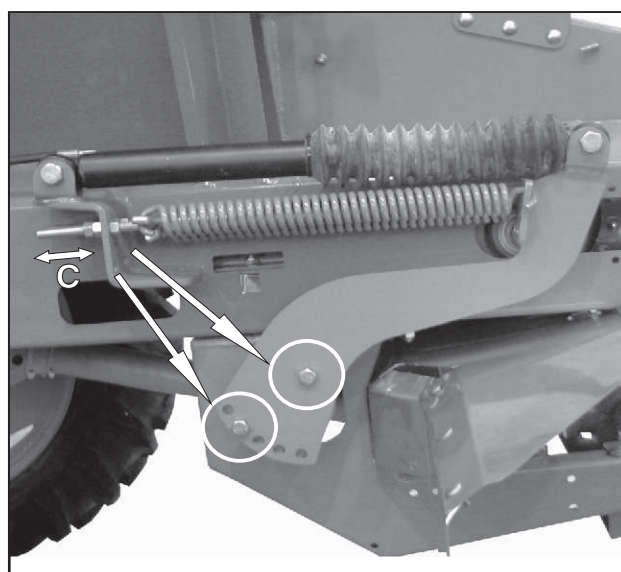

Figura 31
4) Para concluir a regulagem, deixe as molas estiradas, apertando a porca e mantendo $\pm 75\text{mm}$ para a medida "C", da figura 31.